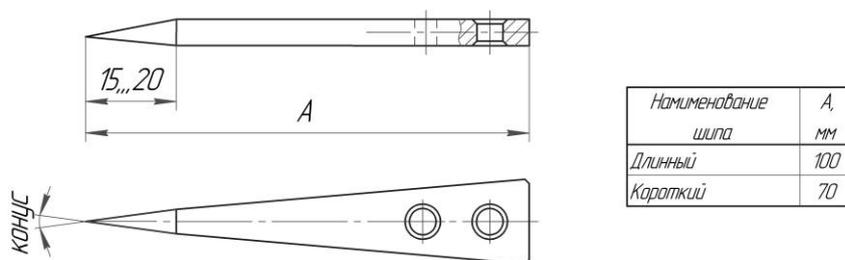

Рис. 1
1. Перед началом использования необходимо определить толщину коры дерева, на которое следует подняться. При разной толщине коры должны применяться и шипы разной длины. Пики комплектуются двумя типами шипов: короткие шипы, длина которых 70 мм, и длинные шипы – длиной 100 мм каждый (см. рис. 1). Короткие шипы применяются для перемещения по стволам деревьев (бук, береза, липа, ель, кедр и т.п.), покрытых тонкой и средней корой: толщина коры не превышает 20 мм. Длинные шипы применяются для деревьев (лиственница, сосна, дуб и т.п.), имеющих толстую кору, 20 мм и больше, но не более 50 мм. Необходимо учитывать, что с возрастом дерева толщина коры может увеличиваться, например, толщина коры престарелой ели может быть и более 20 мм, и это нужно учитывать при выборе длины рабочего шипа.